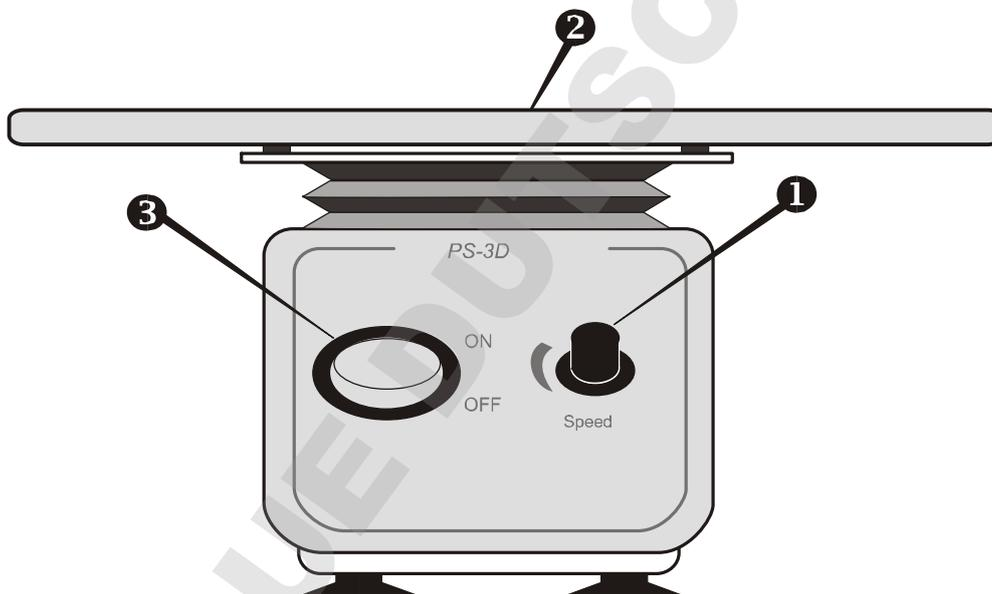

Abb. 1 Steuerung
- 4.2. Stellen Sie mit dem Geschwindigkeitsregler (Abb. 1/1) die gewünschte Schüttelgeschwindigkeit ein.
- 4.3. Stellen Sie die Proben auf die Plattform des Geräts (Abb. 1/2).
- 4.4. Schalten Sie den Netzschalter (**Power**) auf **ON** (Ein) (Abb. 1/3).